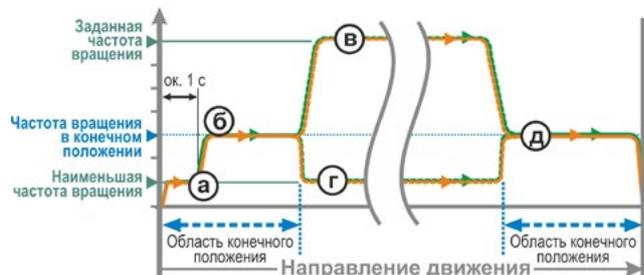

Рис. 1: Частота вращения в конечном положении, "нормальный ход"
- из конечного положения с наименьшей скоростью примерно 1 секунду (рис. 1: участок **а**) и затем переключается на частоту вращения в конечном положении, см. **б**;